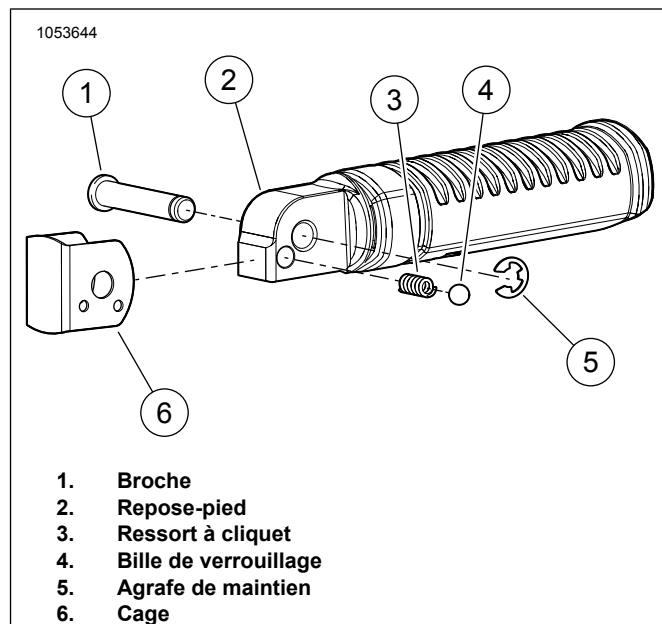

Figure 3. Installation de la bille de verrouillage du repose-pied passager
Consultez Figure 3 . Retirez et conservez l'attache de maintien (5) et la goupille (1).